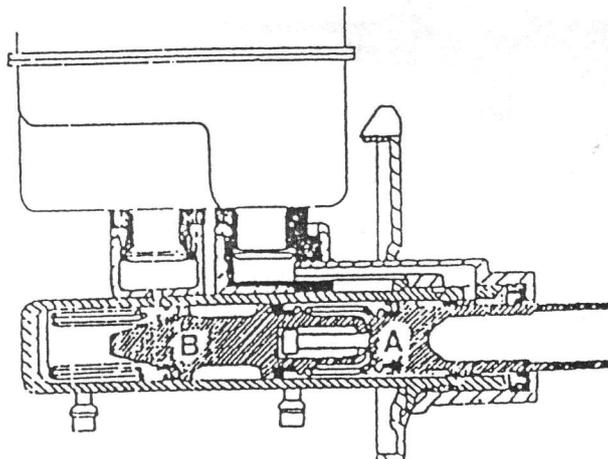

Fig. 19-5 Muestra el pistón primario (A) desplazado totalmente hacia la izquierda contactando materialmente con el pistón -B-.
Al pisar el pedal de freno, el pistón primario (A) se desplaza hacia la izquierda (Ver Fig. 19-5) pero debido a que el circuito del freno delantero no puede mantener la presión, el líquido existente en esta cámara no es presurizado. Mientras el pistón (A) se mantiene en movimiento va comprimiendo su muelle e iniciando el desplazamiento del pistón (B). Cuando el pistón (A) contacta con el (B), este último comienza a presurizar el líquido de esta cámara hacia el circuito trasero.